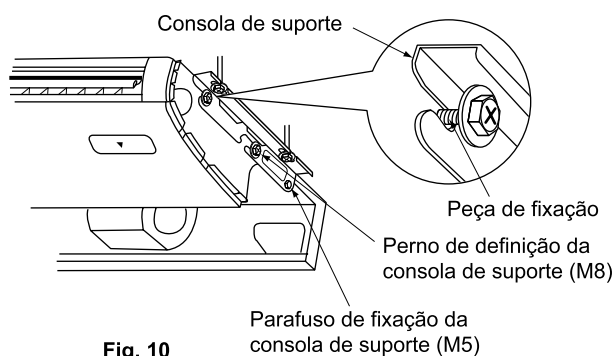

Fig. 10
- (2) **Levante o corpo principal da unidade interior, introduza a cavilha (M8) do gancho na peça de fixação no gancho, enquanto desloca o corpo principal a partir da frente.** **(Consulte a Fig. 10)**
- (3) **Aperte bem as cavilhas dos ganchos (M8) nos quatro locais, esquerda e direita.** **(Consulte a Fig. 10)**
- (4) **Volte a colocar os parafusos nos ganchos (M5), anteriormente retirados, em 2 locais, esquerda e direita. Esta medida é necessária para impedir qualquer desvio para a frente ou para trás do corpo principal da unidade interior.** **(Consulte a Fig. 10)**